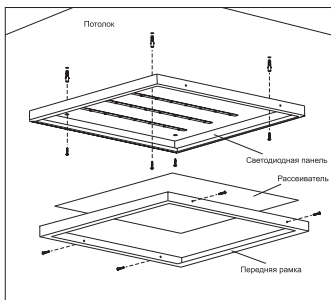

Рисунок 1
- Снять с панели переднюю рамку и рассеиватель (рисунок 1).
5.2.1 Накладной монтаж светодиодной панели осуществляется непосредственно на поверхность потолка с креплением светильника через отверстия в корпусе (рисунок 1). Крепёж для накладного способа монтажа в комплекте не поставляется.